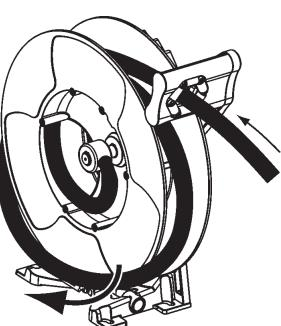

Fig. 12
- Détendre un tour de flexible et le retirer du tambour (fig. 12).